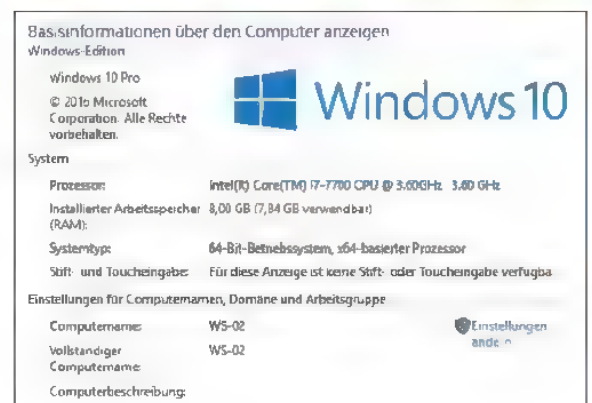

Bild 5: Systemdaten
7. Es soll das verwendete Betriebssystem, die CPU sowie die Bestückung des Arbeitsspeichers (RAM) ermittelt werden. Wie gelangt man bei Windows 10 an das Fenster (Bild 5), um die gewünschten Daten zu entnehmen?